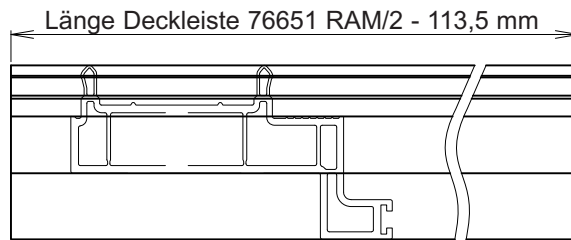

Abb. 2 Deckleiste 76651 oben
- Maß vom fertigen Element abmessen und zuschneiden (Abb. 2)